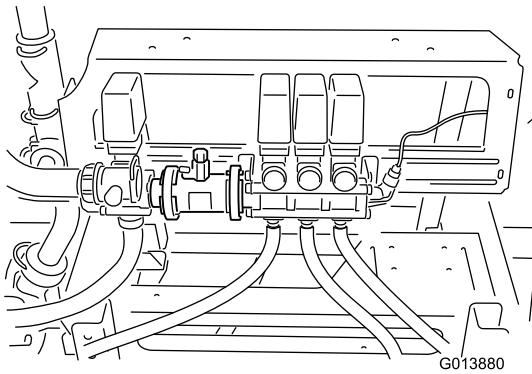

Рисунок 7
- F. Аккуратно переместите клапан стрелы в сборе в положение бровень с корпусом расходомера (Рисунок 7).